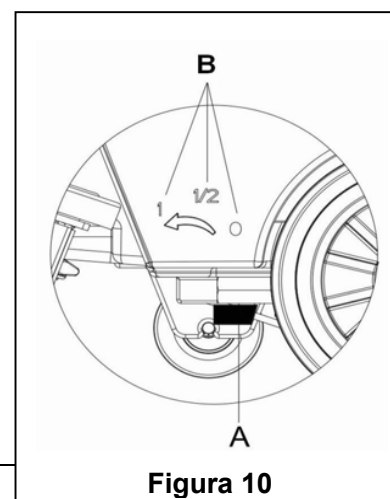

Figura 10
A regulação da alavanca da válvula de bola (A, Figura 10) deve ser realizada quando o interruptor de energia (41) está na posição "O".
12. O volume do fluxo de água pode ser ajustado através da alavanca da válvula de bola (A, **Figura 10**) de acordo com a quantidade de água necessária para escovar o chão.